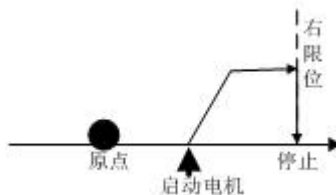

图 138 反转模式 2
- 反转模式 2：若电机检测到限位开关，则电机立即停止原点搜索。示意图如图 138 所示。